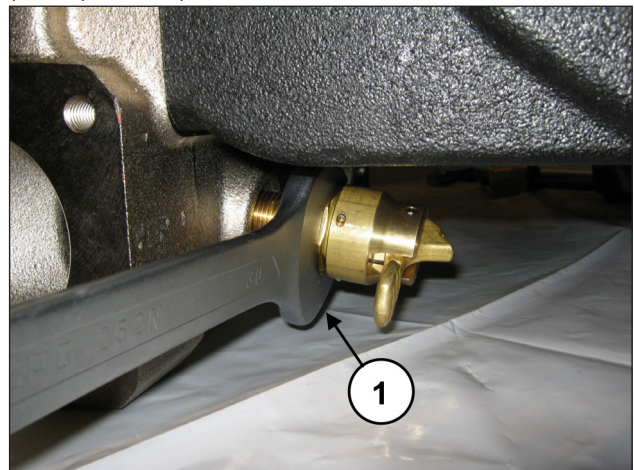

Abb. 145
Drehen Sie den Ventilöffner mit einem 30 mm Schlüssel ab (Pos. ①, Abb. 145).